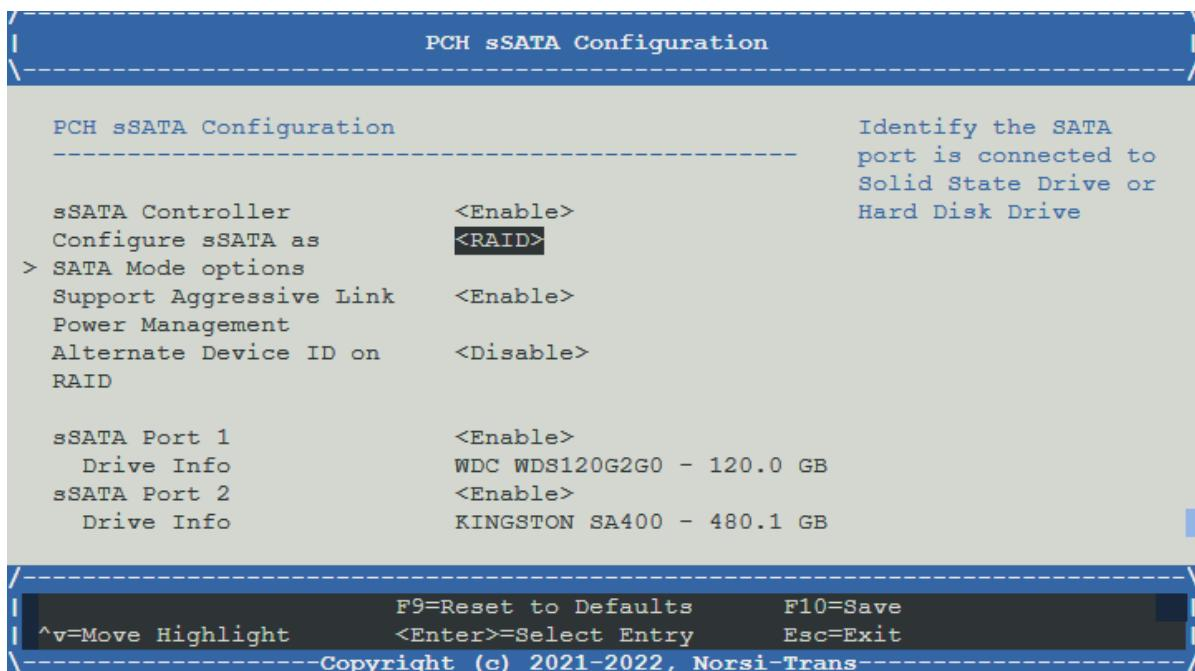

Рис. 62. Меню PCH sSATA Configuration
- 2) Перейдите во вкладку «PCH sSATA Configuration» и установите «sSATA Controller» в состояние <Enable>. Окно показано на рис. 62 Меню PCH sSATA Configuration.